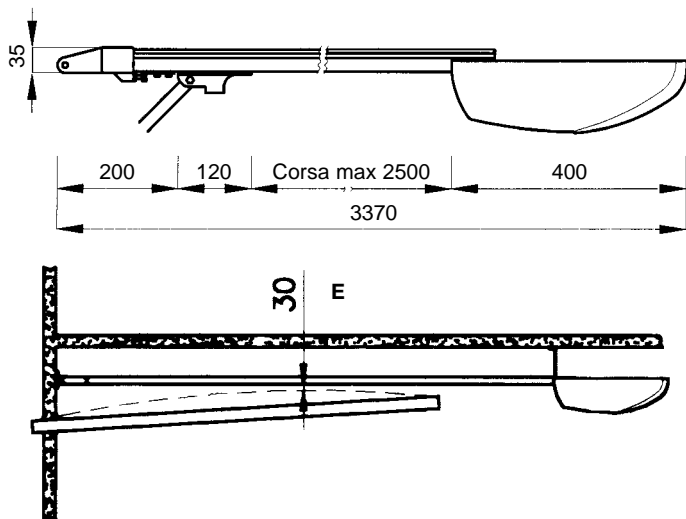

Figura 4
- Verificare che vi siano gli spazi minimi e massimi riportati nella Figura 4.
• Se il portone da automatizzare è di tipo basculante verificare che la quota [E] della Figura 4, cioè la distanza minima tra il lato della guida e punto massimo raggiunto dal bordo superiore del portone, non sia inferiore ai 30 mm. Altrimenti GDS non può essere installato.